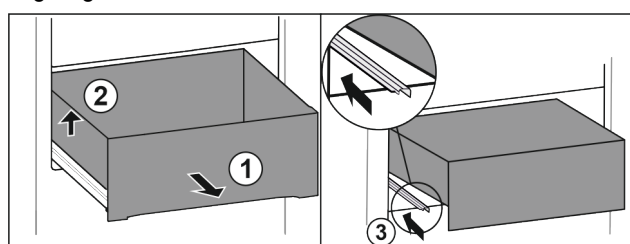

Fig. 92
- ▶ Træk skuffen ud indtil anslag. Fig. 92 (1)
- ▶ Løft skuffen i venstre side. Fig. 92 (2)
- ▶ Skub den venstre skinne ind. Fig. 92 (3)